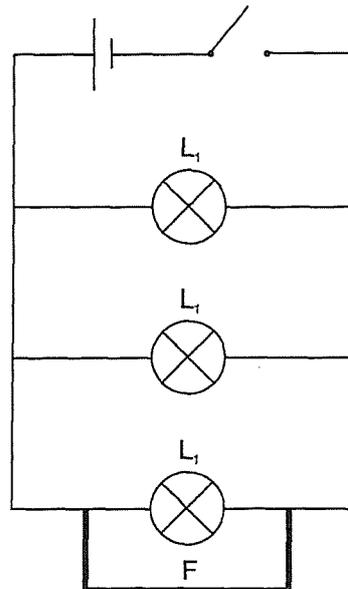

Figure 9.4
4.5. Court-circuiter **brèvement** l'une des trois ampoules à l'aide d'un fil de connexion (fil F de la figure 9.4). Noter les observations.
| 4.5 | court-circuiter 1 ampoule (figure 9.4) | |